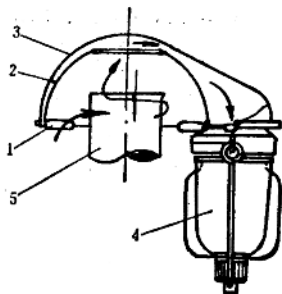

图 1-2 粗滤总成
(1) 粗滤部分 (如图 1-2)。这个部分又叫离心除尘器, 由罩帽、集尘罩、导流片、集尘杯等组成。发动机工作时, 由于气缸内的真空吸力, 空气以很高的速度首先经过导流片构成的进气孔进入罩内, 导流片倾斜一角度使空气产生由下而上的高速 (10000~12000 转/分) 螺旋旋转运动。混杂在空气中的 50~60% 的较重尘粒在离心力的作用下, 甩到集尘罩上, 沿罩臂进入罩帽和集尘罩所形成的空腔而后落入集尘杯内, 使空气进行了第一次滤清。